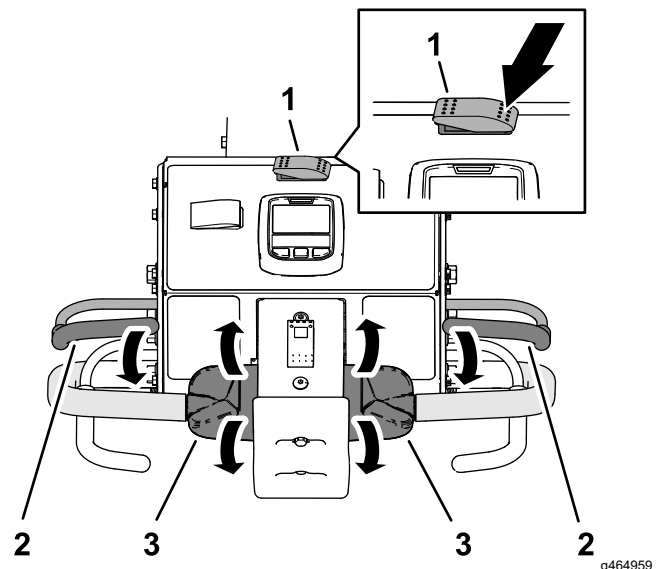

Figura 83
3. Apăsăi partea stângă a comutatorului de transport/aerare în poziția TRANSPORT (Figura 83).
5. Prindeți bara de ghidare din stânga sau din dreapta și maneta pentru prezența operatorului (Figura 83) și strângeți maneta spre bara de ghidare.